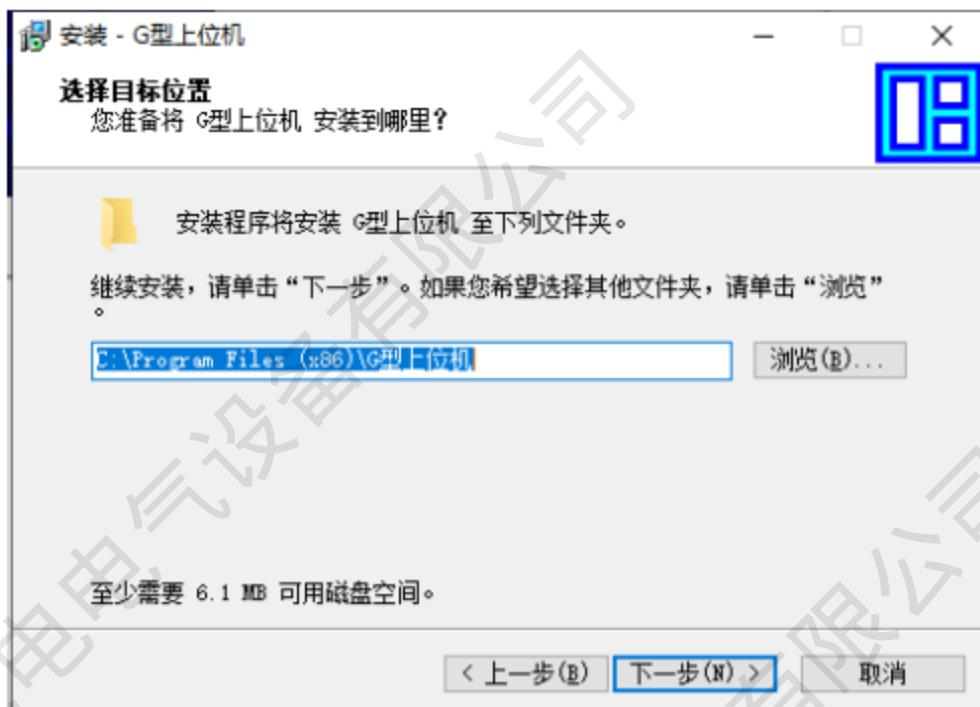

图 1-2
- 3、在弹出的安装分析软件选择目标位置这里，点击“浏览”可任意选择储存文件夹（“c 盘”/“d 盘”均可），选择完毕后点击“下一步”，继续进行一步操作；如图 1-2；